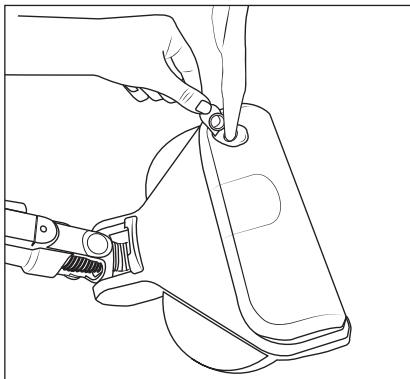

Fig. 16
- 1) Agarre la pestaña de cierre ③3 del depósito de agua limpia ③2 con los dedos y tire de esta hacia arriba para extraerla del orificio de llenado del depósito de agua limpia ③2 (consulte la fig. 16).
- 2) Llene el depósito de agua limpia ③2 con agua corriente o agua destilada (consulte la fig. 16).
- 3) Vuelva a cerrar el orificio de llenado del depósito de agua limpia ③2 presionando la pestaña de cierre ③3 en el orificio de llenado hasta que quede bien fija.